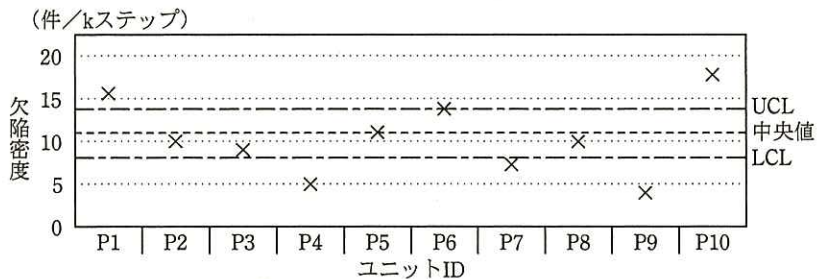

図1 見積り管理の単体テストで検出された欠陥密度の管理図
K 君は表2を基に図1の欠陥密度の管理図を作成した。この図の縦軸は欠陥密度、横軸はユニットIDである。管理図分析では、しきい値モデルを使用し、データの分布がUCL (Upper Control Limit : 上部管理限界) とLCL (Lower Control Limit : 下部管理限界) に対してどの位置にプロットされるかを見て、データが正常値であるか異常値であるかを判断する。K 君は、J 社の単体テストで検出された欠陥密度の過去の実績値の四分位点を利用し、LCL に第1四分位点の値を、中央値に第2四分位点の値を、UCL に第3四分位点の値を置いた。J 社の過去の実績値から中央値は11件/kステップ、UCLは14件/kステップ、LCLは8件/kステップである。
(1) 図1の管理図に対する分析結果として正しいものはどれか。解答群の中から全て選び、記号で答えよ。